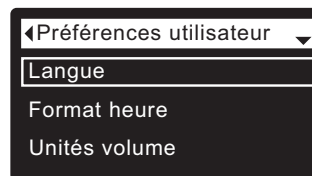

FIG. 55
3. Appuyez sur le sélecteur (O) pour afficher le menu des préférences utilisateur (cf. Figure 55).
7. Appuyez sur le sélecteur (O) : l'afficheur revient au menu des préférences utilisateur (cf. Figure 55).